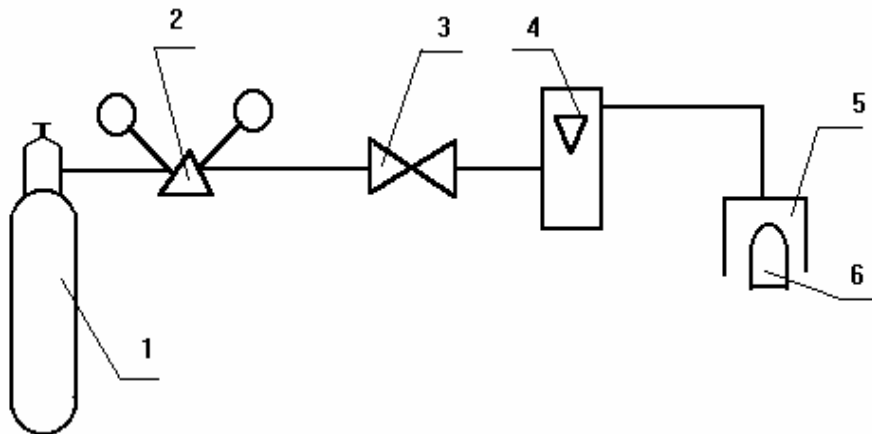

Рис.4. Схема поверки газоанализатора
- ♦ собрать схему измерений (рис.4);
- ♦ собрать схему измерений для поверки (рис.4);